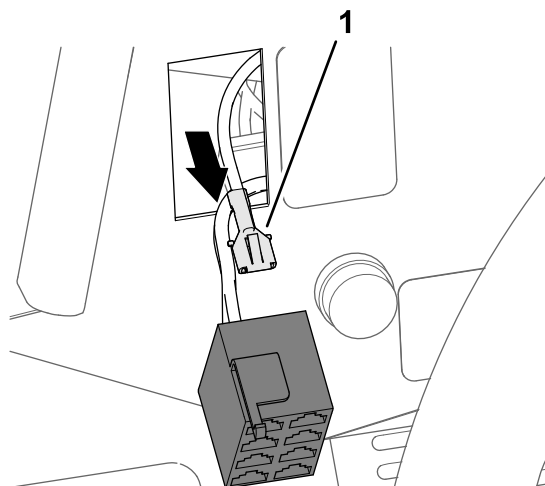

Figure 29
3. Placez la borne à enficher situé au bout de la branche de 108 cm du faisceau du kit étiquetée TO HEAD LIGHT SWITCH PIN 1 devant l'arrière du connecteur à 8 douilles du commutateur d'éclairage (Figure 29).